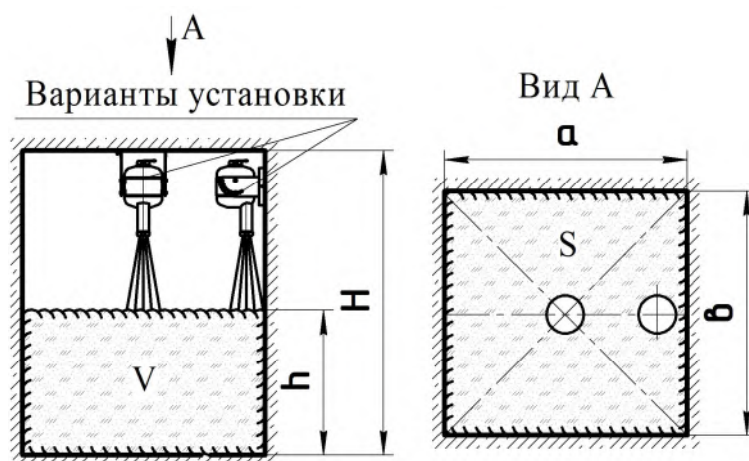

Рисунок 4
**Параметры тушения МПП (см. рисунок 4)**